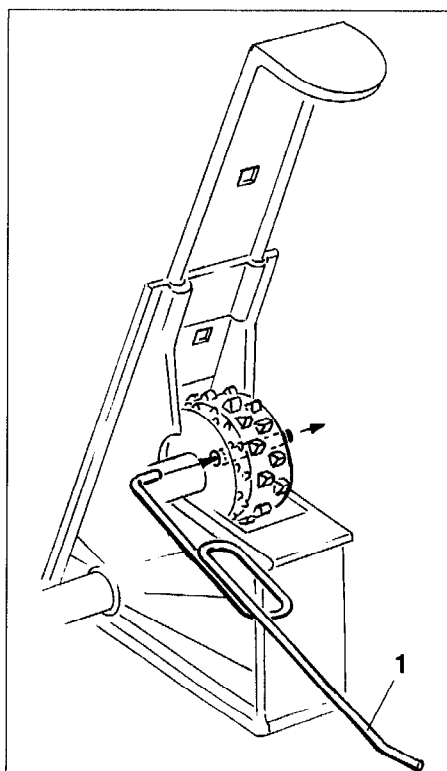

Fig. 7.3
- A l'aide de la clef (fig. 7.3/1) fournie avec le semoir, repoussez le têtou jusqu'à butée à l'intérieur de la roue distributrice normale, de façon à ce que la roue distributrice normale puisse tourner librement sur l'arbre de distribution.